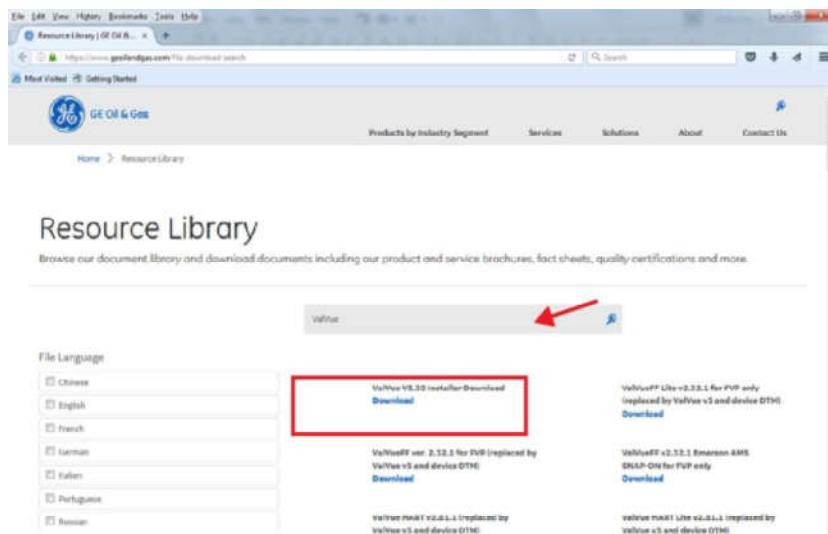

Рис. 9. Центр загрузки: Поиск ValVue
1. Зайти в библиотеку ресурсов ([https://www.geolandgas.com/file-download-search](https://www.geilandgas.com/file-download-search)) и ввести ValVue в строку поиска (стрелка на Рис. 9).
Появятся результаты (красный прямоугольник на Рис. 9).